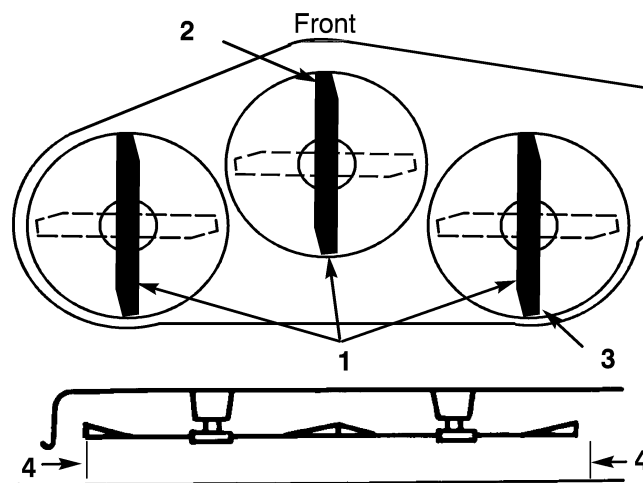

Figura 46
8. Ponga la altura de corte en 3 pulgadas (76 mm) y gire con cuidado las cuchillas hasta que estén alineadas hacia adelante y hacia atrás (Figura 46).
9. Mida entre la punta de la cuchilla delantera (Figura 46) y la punta de la cuchilla trasera hasta la superficie plana. Si la punta de la cuchilla delantera no está entre 1/16–5/16 pulg. (1,6–7,9 mm) más baja que la punta de la cuchilla trasera, ajuste los tirantes delanteros.
12. Después de ajustar las horquillas de ambos tirantes en la misma medida, fije las horquillas con los pasadores. Compruebe la inclinación longitudinal de nuevo. Siga ajustando las horquillas hasta que la punta de la cuchilla más avanzada esté entre 1/16–5/16 pulgadas (1,6–7,9 mm) más baja que la punta de la cuchilla más atrasada (Figura 46).